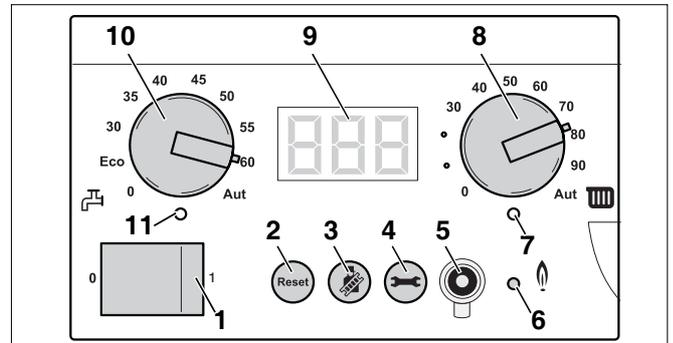

Fig. 65 Regolatore di base BC10
- Disattivare l'impianto di riscaldamento agendo sull'interruttore generale del regolatore di base BC10 (fig. 65, **pos. 1**).
- Attivare l'impianto di riscaldamento agendo sull'interruttore generale del regolatore di base BC10 (fig. 65, **pos. 1**).
- Dopo l'accensione del LED "Bruciatore" (fig. 65, **pos. 6**) attendere un minuto, finché la caldaia funzioni a carico parziale.
- Premere il tasto "Spazzacamino" (fig. 65, **pos. 3**) fino alla scomparsa del punto sul display.